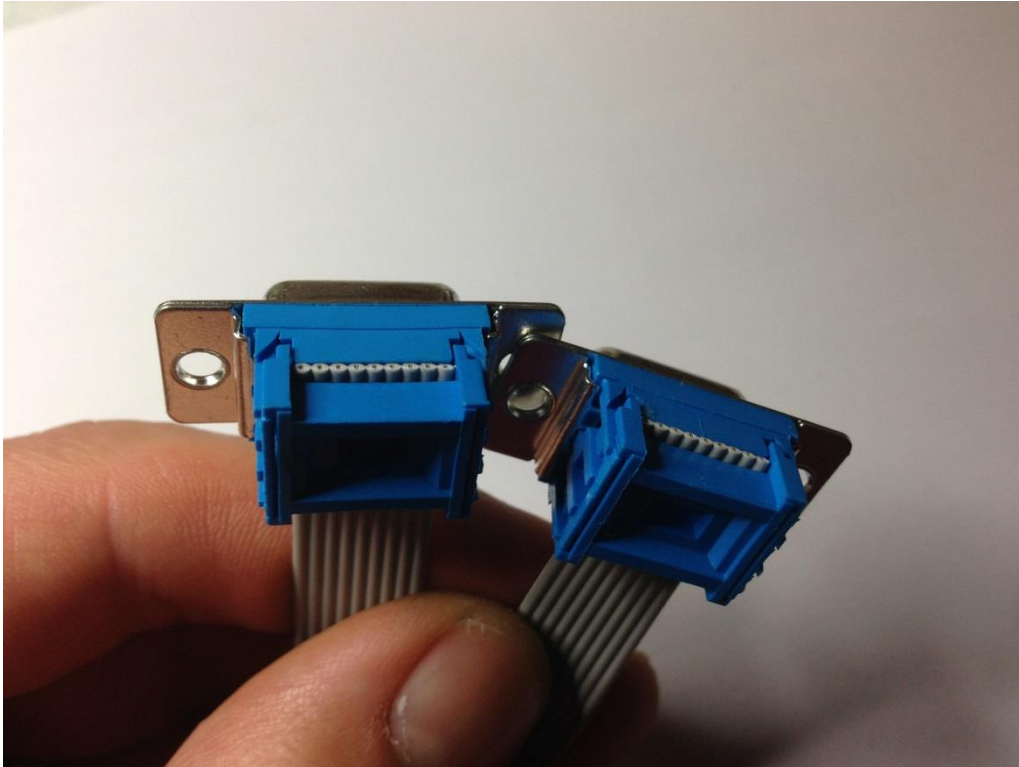

Bild 34
- 7.18. und die Klemmleisten wieder mit einem Tuch und Zange vorsichtig zusammenquetschen. Hier schon vorher darauf achten, dass das Kabelende nicht so weit herausschaut (Bild 34).